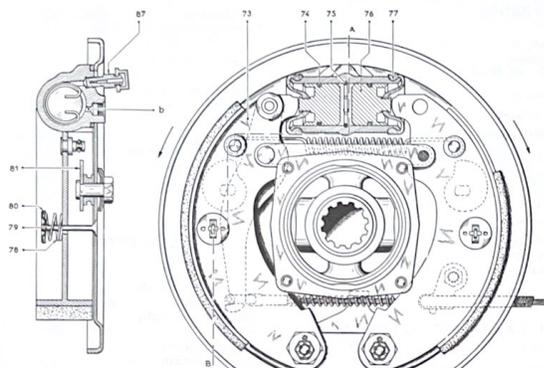

Fig. 8.1.-Mecanismo de freno delantero. La figura de la izquierda representa un corte según AB.
## 8.3.2.0. Desmontaje de las zapatas de freno (fig. 8.1 y 4.2)
b) Retirar las cazoletas de retención (80, fig. 8.1) de los muelles de apoyo de las zapatas (util 3556 - T, especie de horquilla con puntas afiladas y abiertas), girándolas un cuarto de vuelta para liberarlas de la varilla-guía. Retirar las varillas-guía (79) y los muelles (78).
## 8.3.2.1. Montaje de las zapatas de freno (fig. 8.1 y 4.2).
d) Montar las varillas-guía (79, fig. 8.1), los muelles de apoyo (78) y las cazoletas de retención (80), fijándolas entre sí al girar las cazoletas un cuarto de vuelta (útil 3556-T).